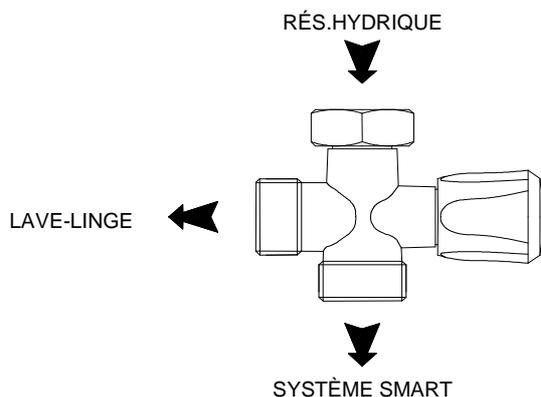

Fig. 6
- Effectuer le branchement au réseau d'alimentation en eau (froide) à l'aide du robinet 3 voies fourni avec l'appareil, en suivant le schéma de la (Fig.6).